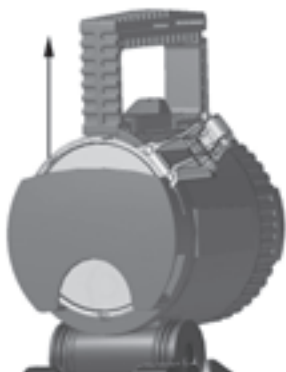

FIG: 1 Dépose du disque du support
1. La tête de lampe (fig. 1)
L'interrupteur rotatif (fig. 1, pos. 1) disposé sur la poignée possède 5 positions de commutation.
Une indication à diodes lumineuses de l'état de charge et de la capacité est disposée sur le côté de la poignée (fig. 1, pos. 2). Une poche orientable pour les disques colorés est encliquetée au dos de la tête de lampe (fig. 1, pos. 3/5). En tournant cette poche pour disques, le cordon d'alimentation est accessible (fig. 1, pos. 4).
Trois disques (disques diffus) au maxi peuvent être logés dans la poche. La bague de serrage est dotée des cames élastiques (fig. 1, pos. 7) qui servent à recevoir un disque (Attention: Enfiler d'un côté seulement).
En tournant la bague de serrage env. 2 fois, la lumière diffusée peut être transformée en lumière ponctuelle (fig. 1, pos. 6). La tête de lampe est orientable d'env. 100° (fig. 1).
Pour cela, faites pivoter le pied d'appui du disque en direction de la poignée (figure 1) et puis extrayez-le par le haut.
2. Desserrer la vis à six pans creux (fig. 1, pos. 7) sur la partie inférieure de la tête de lampe.
3. Puis enlever la bague de serrage en la tournant à gauche (fig.1, pos. 8).
4. Sortir l'ampoule de la douille à baïonnette (ampoule phare: Presser-tourner à gauche-tirer) (fig.1, pos. 9) (veilleuse: Presser-tourner à droite-tirer) (fig.1, pos. 9).